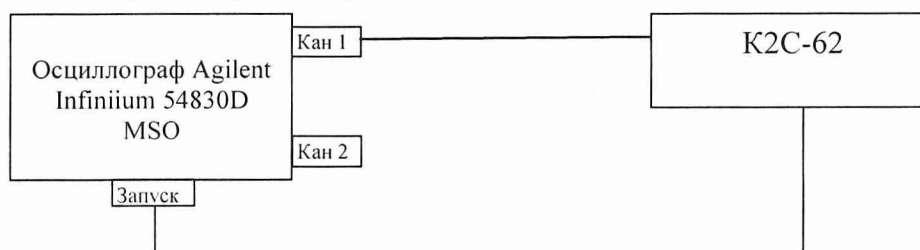

Рис. 4.
6.3.3.1 Собрать измерительную схему в соответствии с рис. 4.